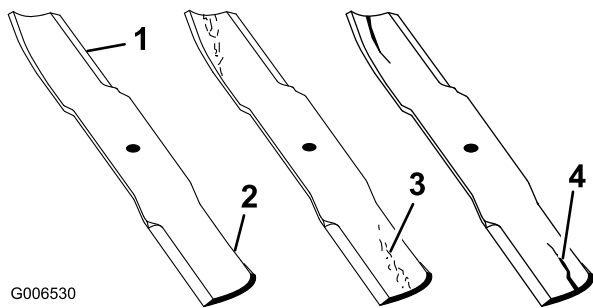

Figure 33
2. Examinez attentivement les tranchants de la lame, particulièrement au point de rencontre des parties plane et relevée (Figure 33). Le sable et les matières abrasives peuvent éroder le métal à cet endroit, c'est pourquoi il est important de contrôler l'état de la lame avant d'utiliser la machine. Remplacez la lame si elle est usée (Figure 33) (voir Dépose de la lame).
Si la lame est trop usée, une entaille se forme entre la partie relevée et la partie plane (Figure 33). La lame peut alors se briser et un morceau être projeté du dessous de la machine, vous blessant gravement ou une personne à proximité.